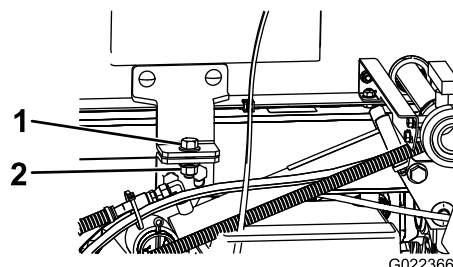

Figure 87
4. Retirez les boulons de sécurité à l'avant du patin (Figure 87).